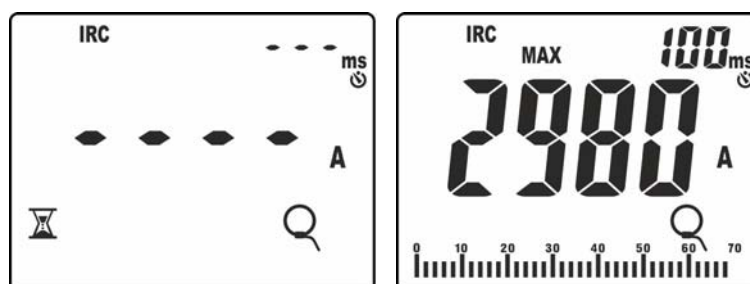

Fig. 43: Reconocimiento evento corriente de arranque
8. Pulse la tecla **GO/HOLD** para activar la función. El instrumento queda a la espera del reconocimiento del evento (valor medido superior al umbral fijo de disparo igual al **1%FE pinza: ej. 30A para FE = 3000A**) mostrando el símbolo “” en pantalla (ver Fig. 43 – parte izquierda)
9. Al reconocimiento del evento **la medida se detiene automáticamente** y el instrumento muestra en el visualizador principal el valor **Máx. RMS** calculado sobre el tiempo de valoración de **100ms** (por defecto) reportado en el visualizador secundario (ver Fig. 43 – parte derecha)